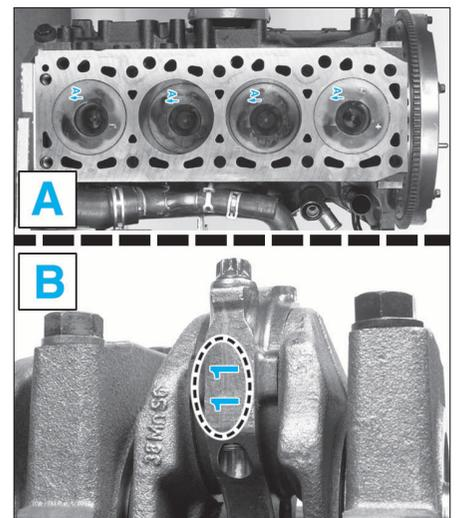

FIG. 48
- Mettre en place chaque ensemble bielle-piston dans le bloc-cylindres en orientant les flèches gravées (A) sur les pistons vers la distribution (n°1 côté distribution) et en alignant les repères (B) de classe ou d'appariement de la bielle avec le chapeau (Fig.48). Serrer les vis de fixation des chapeaux de bielles avec des vis neuves au couple prescrit.